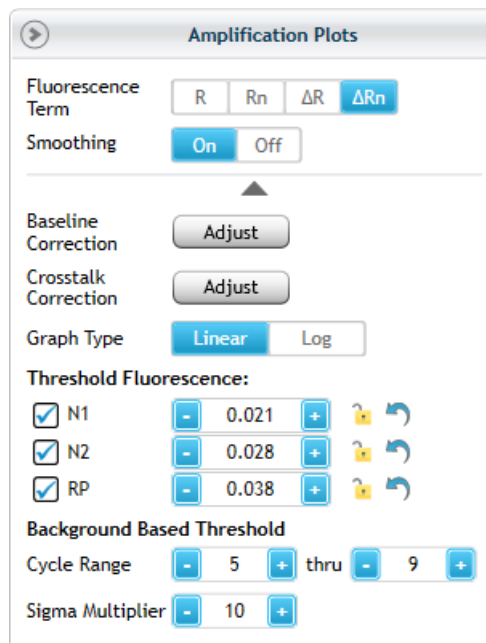

Abbildung 20 Standardeinstellungen für Amplifikations-Plots in der Aria-Software (Fluoreszenzschwellenwerte variieren je nach Experiment)
- 5 Vergewissern Sie sich, dass der Bildschirm das Diagramm „Amplification Plots“ (Amplifikations-Plots) anzeigt und dass die Standard-Analyseparameter mit den Werten in **Abbildung 20** übereinstimmen.
Wenn nicht die gesamte Auswahl der Analyseparameter wie in **Abbildung 20** angezeigt wird, klicken Sie auf die nach unten gerichtete Pfeilspitze direkt unter der Einstellung **Smoothing** (Glättung), um die Auswahl zu erweitern.
Beachten Sie, dass die Standard-Fluoreszenzschwellenwerte in Ihrem Experiment wahrscheinlich von den in **Abbildung 20** gezeigten Werten abweichen. Die Software berechnet die Standardwerte auf der Grundlage des Fluoreszenzrauschpegels im Hintergrundzyklusbereich. Daher variieren die Standardwerte zwischen den Experimenten.